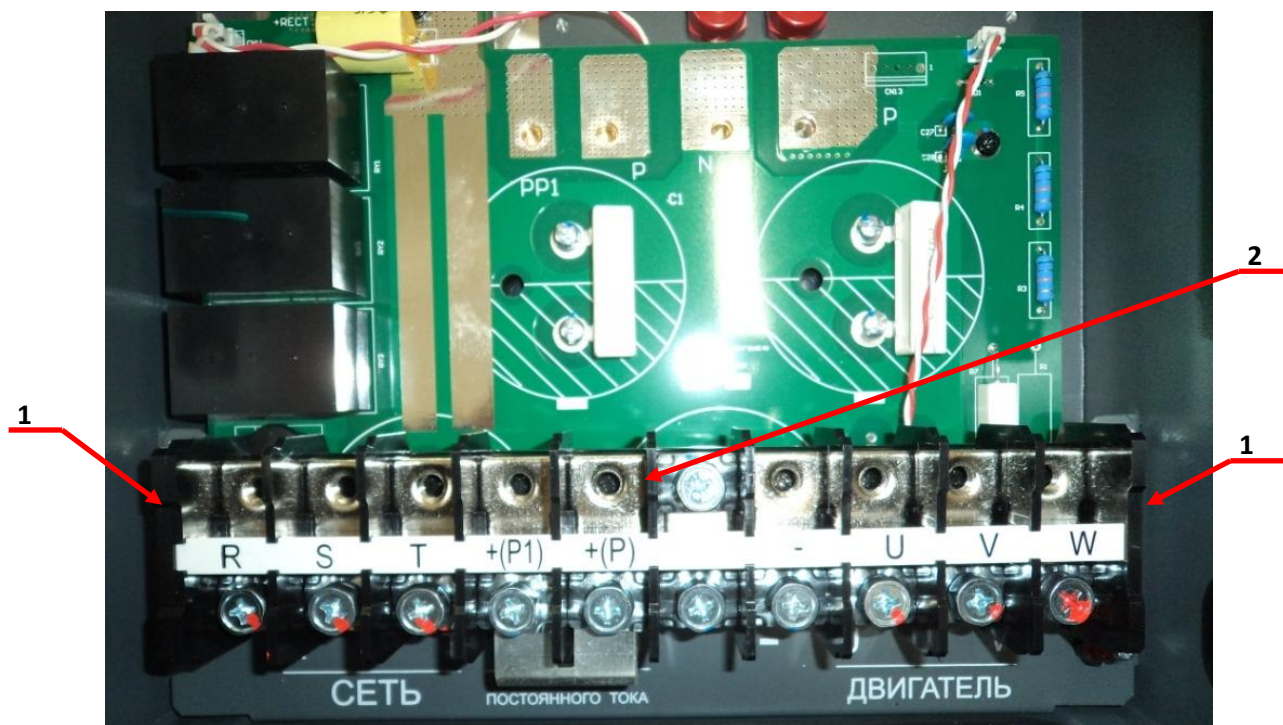

Рис.7.14
- 7.5.2. Установить клеммную колодку поз.2 и закрепить её двумя винтами поз.1 (рисунок 7.14).